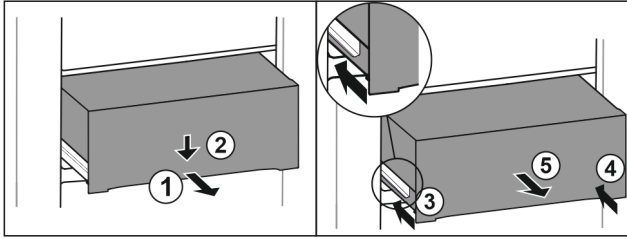

Fig. 155
- ▶ Изтеглете чекмеджето наполовина. Fig. 155 (1)
- ▶ Натиснете надолу чекмеджето от предната страна. Fig. 155 (2)
- ▶ Вкарайте лявата релса приблизително 2 cm навътре. Fig. 155 (3)
- ▶ Вкарайте дясната релса приблизително 2 cm навътре. Fig. 155 (4)
- ▶ Извадете чекмеджето напред. Fig. 155 (5)